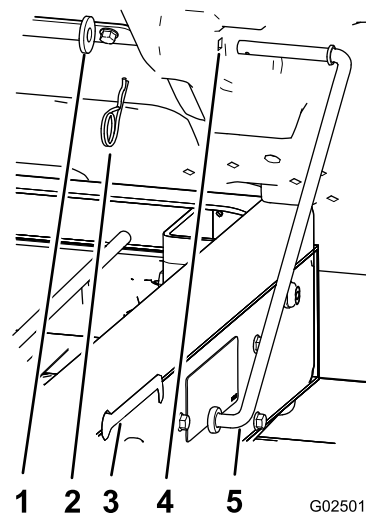

Figura 13
- Rimuovete la coppiglia e la rondella che fissano l'asta di supporto al lato inferiore del pianale (Figura 13).
- Fate scorrere l'asta di supporto in avanti per toglierla dalla staffa sul telaio (Figura 13).